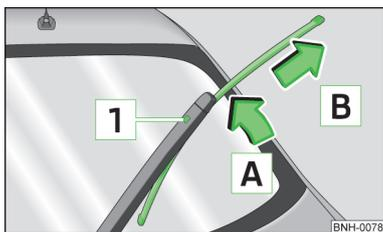

Fig. 30
- Soulevez le bras d'essuie-glace de la lunette arrière et renversez le balai d'essuie-glace légèrement en direction du bras d'essuie-glace, flèche **A** » fig. 30.